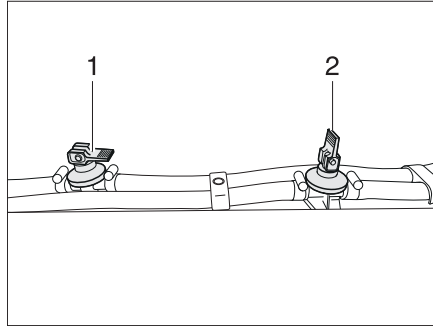

Bild 292 Avtappningskran
- Öppna alla avtappningskranar. Ställ vipparmen (i Bild 292,2) i lodrätt läge.